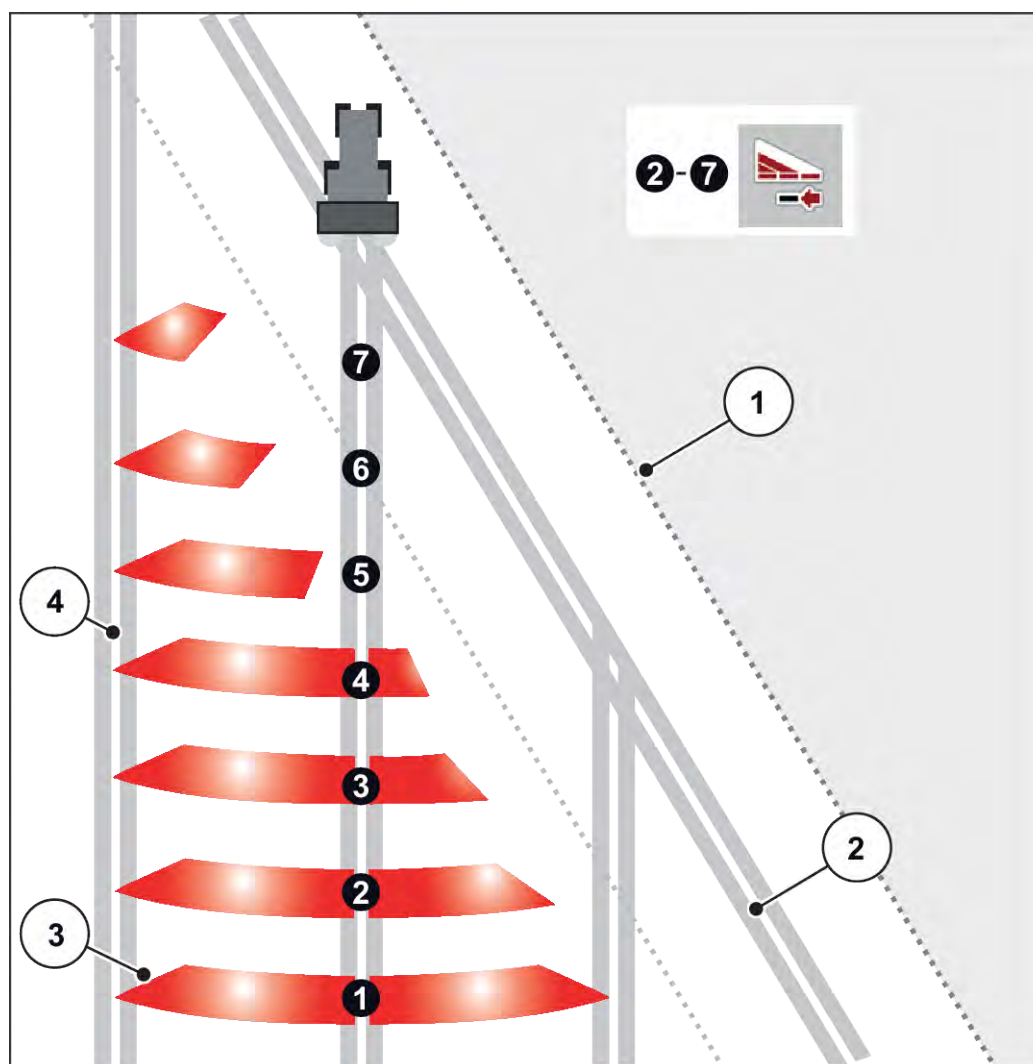

図 41: セクションの自動切り替え
- セクションの切り替えは外部から内部へ、または内部から外部へ行うことができます。参照: 図 41 セクションの自動切り替え。